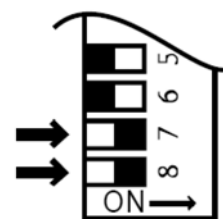

Fig. 5
2. Rimuovere le due viti di fissaggio del pannello frontale poste nella parte inferiore dell'apparecchio (Fig.5).
12. Forzate l'*Infinity* a regime "Massimo" di combustione spostando su "ON" i microinterruttori N.7 e N.8 (Fig.5) del banco di microinterruttori. Assicuratevi che tutti i rubinetti siano aperti a massima portata.